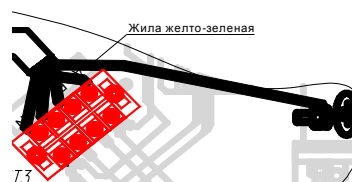

Рис.4 Схема подключения к трехфазной сети.
- Подключить водонагреватель к электросети 380В, 50Гц рис.4, для чего вводный кабель пропустить через кабельный ввод 7 (нижний), закрепить, затянув накидную гайку кабельного ввода. Фазные провода и нулевой провод следует подключить в соответствии с маркировкой на клеммную колодку.